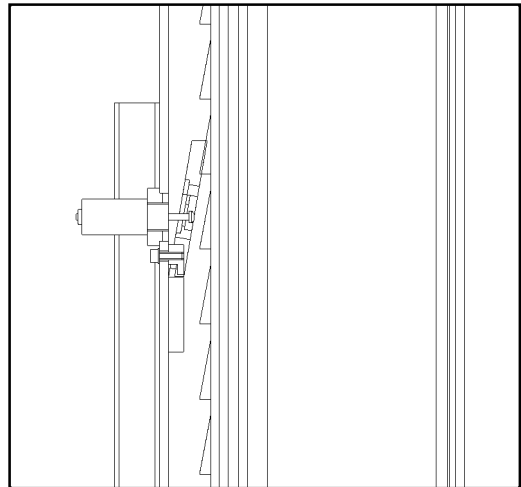

Fig. 15
- ◆ Om hydraulcylindern går sönder kommer säkerhetskilarna att utlösas (**Fig. 15**), vilka finns placerade inuti pelarna. Kilarna pressas av fjädern och stoppar omedelbart vagnen och förhindrar att den sänks ner.